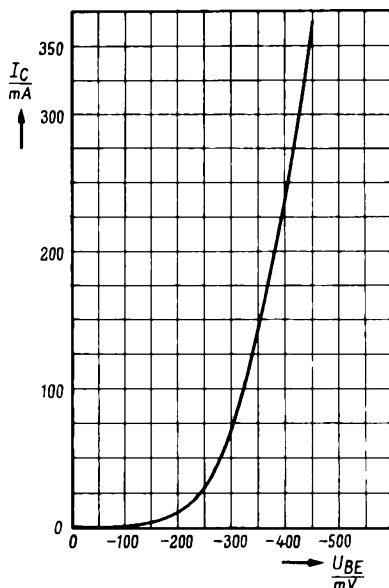

Bild 5. Steuerkennlinie des Transistors AC 152
Die Spannung U_{BE2} kann dabei nicht vernachlässigt werden, da die anderen Spannungen nicht viel größer sind. Nach der Steuerkennlinie für den Transistor AC 152 (Bild 5) ist bei einem Kollektorstrom I_C von 24 mA die Basis-Emitterspannung U_{BE2} gleich 230 mV. Um diesen Betrag muß die Spannung U_2 größer sein als die Summenspannung $U_3 + U_4$, damit der Kollektorstrom von 24 mA fließt. Diese Summenspannung ist gleich der Zenerspannung von 7 V, die Spannung U_2 muß also 7,23 V betragen. Damit ergibt sich
Am Widerstand R 4 muß eine Spannung abfallen, die nach der Kennlinie Bild 5 für $I_C = 45 \text{ mA}$ um $U_{BE2} = 0,275 \text{ V}$ kleiner ist als die Spannung U_2 . Dagegen ist U_4 die Normalspannung für die niedrigste Ausgangsspannung, also $U_a = 4 \text{ V}$. Durch den Spannungsteiler R 2 + R 3 fließen bei 4 V Ausgangsspannung 4 mA, dann wird $U_2 = 290 \Omega \cdot 0,004 \text{ A} = 1,16 \text{ V}$. Nach Gleichung (4) ist dann